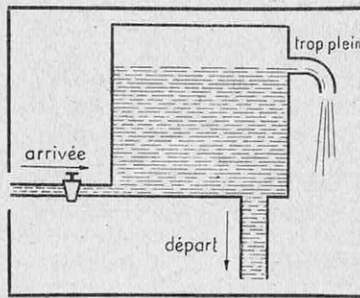

FIG. 1. — SCHÉMA D'UN TROP-PLEIN HYDRAULIQUE
a) *La source d'air à pression constante.* — Etant donné que l'on peut disposer d'air comprimé fourni soit par un réseau de distribution, soit par des bouteilles, il s'agit de réduire la pression de cet air à une valeur rigoureusement déterminée au moyen d'un régulateur ; ce dernier, du type à tube plongeur, fonctionne de façon analogue à un réservoir muni d'un trop-plein ; on sait comment se présente une telle installation (fig. 1) : de l'eau sous pression arrive à la